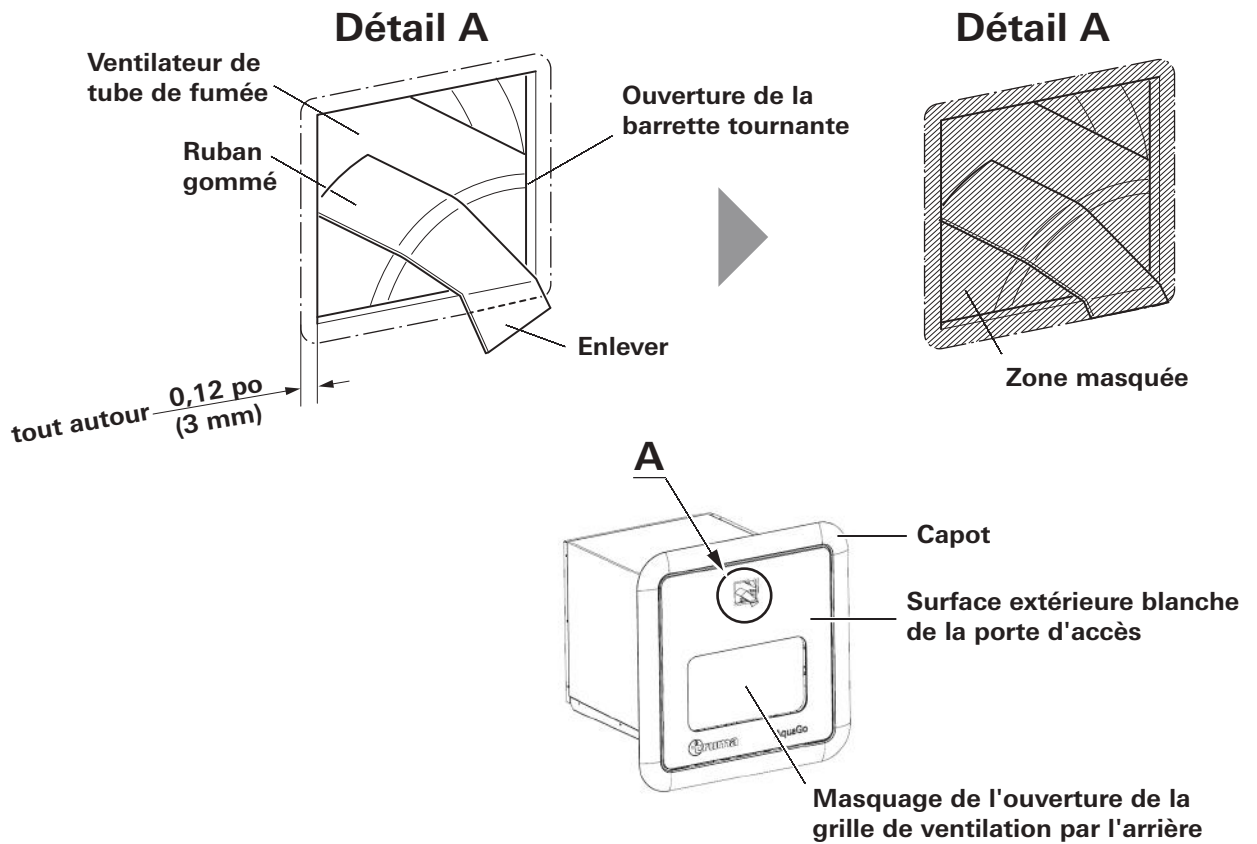

Fig. 38
Les pièces suivantes (voir la Fig. 38) peuvent être peintes :
- Pour ce faire, vous pouvez utiliser du ruban gommé entre le ventilateur du conduit de fumée et le rebord de l'ouverture de la barrette tournante (voir la Fig. 38 pour ce détail).